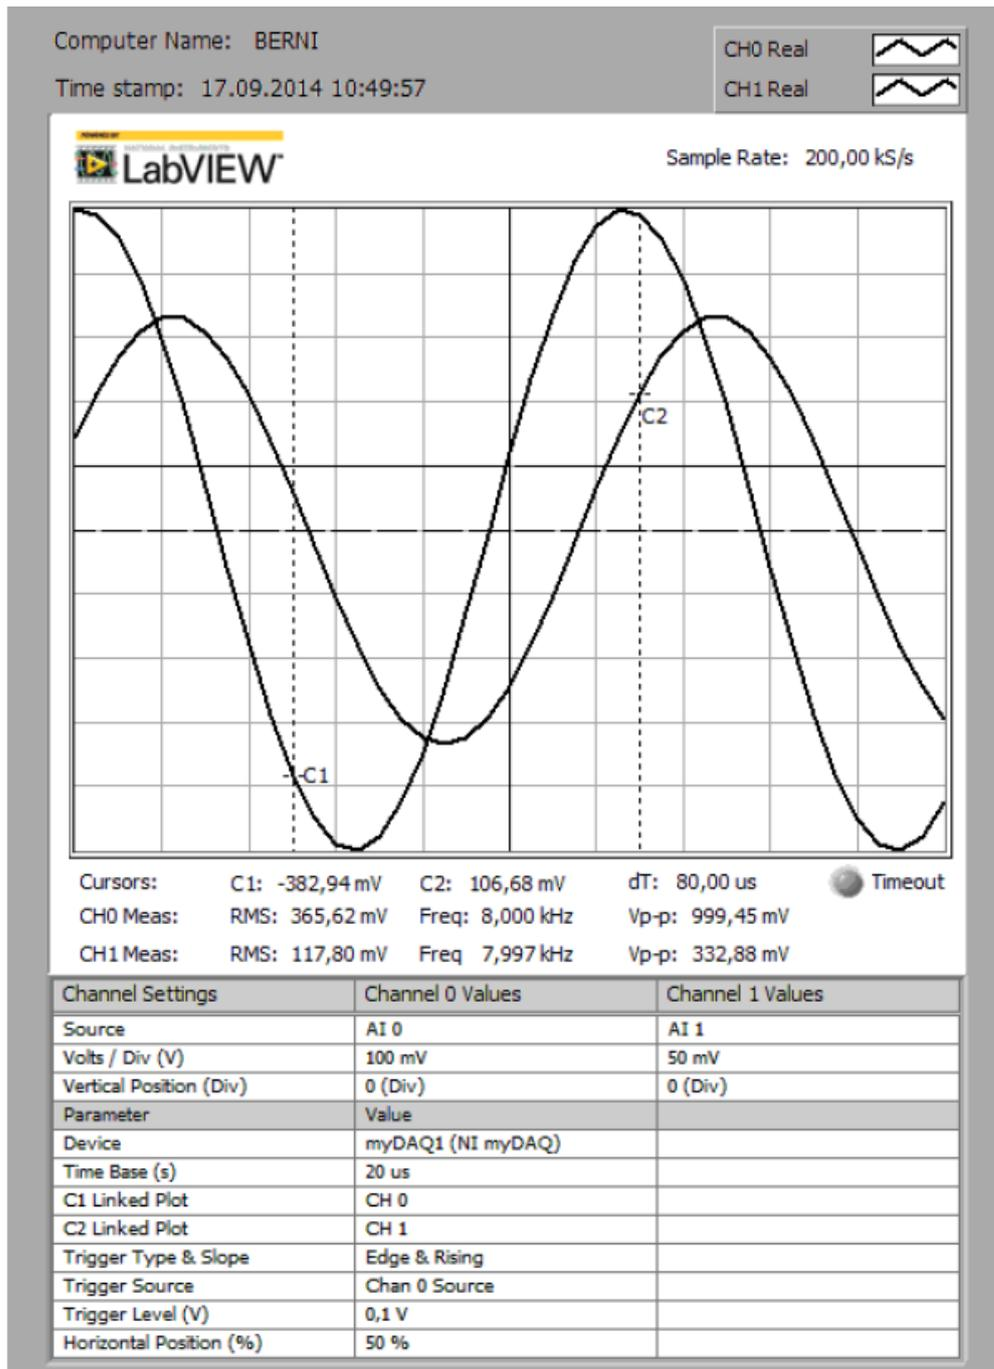

Abb.6.4.10: Ausdruck mit pdf-Drucker erstellt: im Print Ink Saver Mode, ohne User name, mit Computer name und mit Time stamp (im 2-Kanal-Betrieb)
- **'Print Ink Saver Mode'**: ist diese Betriebsart angeklickt, so wird ein Ausdruck in schwarz-weiß erzeugt (farbig ist hierbei leider nur das LabVIEW-Logo), s. **Abb.6.4.10**.